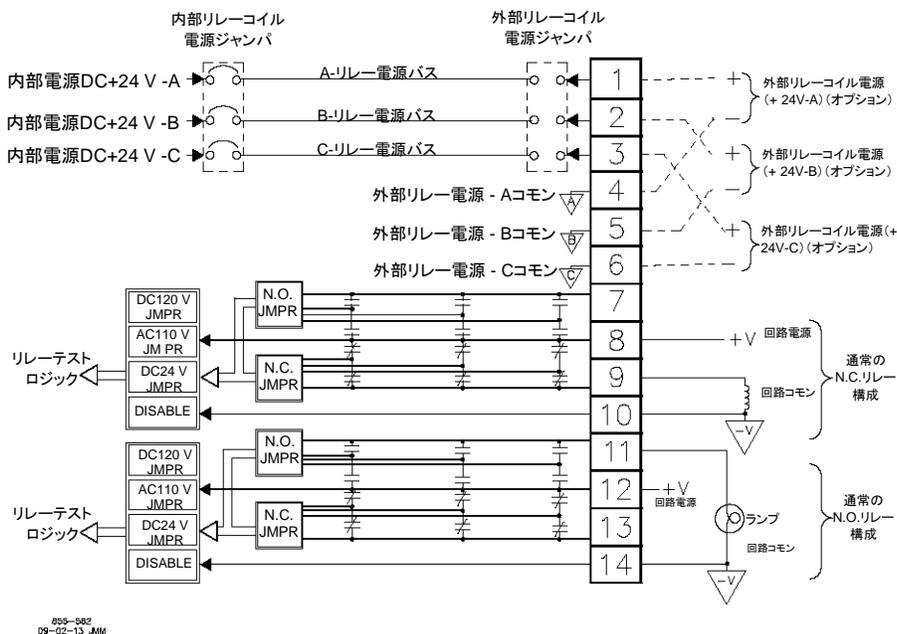

図 7-11. リレー出力配線図の例
- リレー出力の配線については、図7-11.を参照してください。